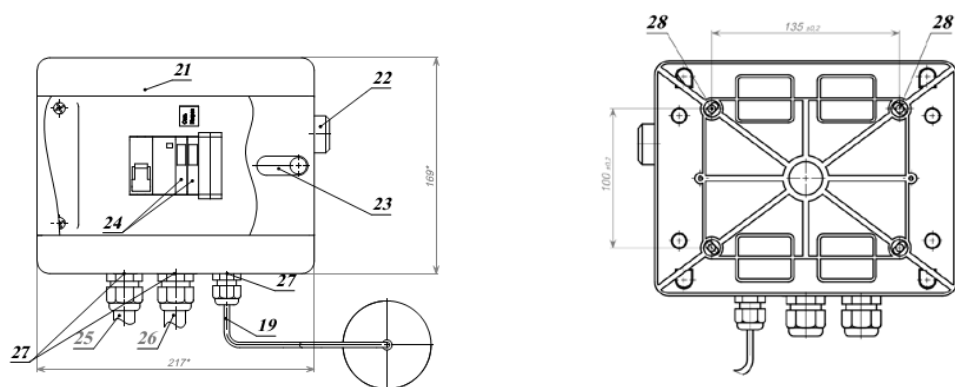

Рисунок 1. Аквадистилляторы электрические ДЭ–М
4.1. Принцип действия аквадистиллятора основан на конденсации отсепарированного пара. Основными частями изделия являются: испаритель 9 с сепараторами 10, конденсатор 8, электронагреватели 11, уравниватель 17, датчик 7 с выключателем бесконтактным 6, основание 15 и электрощит 21 (рис.1). В испарителе вода нагревается электронагревателями до кипения. Образующийся пар поступает через сепараторы в конденсатор, конденсируясь, вытекает в виде дистиллята через ниппель 1. Водопроводная вода непрерывно подается через штуцер 12 в конденсатор и по трубке 5 через уравниватель поступает в испаритель. Испаритель заполняется водой до установленного уровня. По мере выкипания вода будет поступать в испаритель частично, основная же ее часть через отвод 14 будет сливаться в канализацию.
- включение аппарата без установленного датчика 7 (см. рис.1)
- 6.12.1. ДЭ-25М; ДЭ-10М: подключите электрощит 21 к сети 380В переменного тока, через автоматический выключатель, с помощью сетевого кабеля 25 (фазные проводники L1 L2 L3) (см. рис. 1), желто-зеленая жила подключается к заземляющему проводнику (РЕ), а голубая нулевая жила подключается к нулевому рабочему проводнику (N).
- 6.12.2. ДЭ-4М: подключите электрощит 21 к сети 220 В переменного тока через автоматический выключатель с помощью сетевого кабеля 25 (см. рис.1) Жила А - подключается к нулевому
6.13.2. ДЭ-10М: подсоедините фазные жилы подводящего провода 26 от электрощита к зажимам 1, 3, 6, нулевую жилу (голубого цвета) к зажиму 2, а земляную жилу (желто/зеленого цвета) к зажиму «земля» (рис.1; 2.2 и таблицы 3.2.).
6.14.Снимите с датчика 7, подключенного к электрощиту, крышку и проверьте ход поплавка на выключателе бесконтактном 6. Установите крышку на датчик 7. Установите датчик 7 на аквадистиллятор. (см. рис.1)